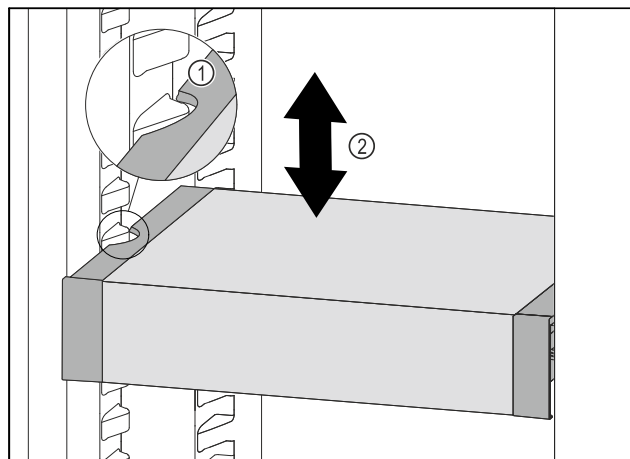

Fig. 126
- ▶ Tirer le VarioSafe vers l'avant jusqu'à ce que les encoches latérales du VarioSafe soient à la hauteur de la nervure du bac dans la partie réfrigérateur. Fig. 126 (1)
- ▶ Déplacer le VarioSafe vers le haut ou vers le bas dans la partie réfrigérateur jusqu'à ce que la hauteur souhaitée soit atteinte. Fig. 126 (2)